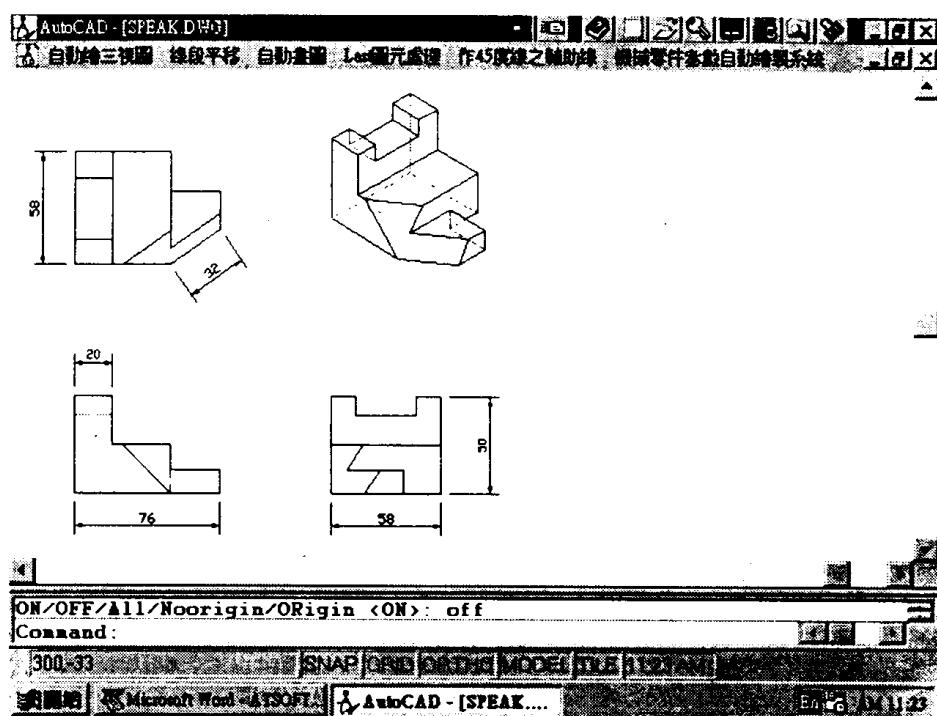

图 0-12
(6)R12 AME 立体图自动产生可标尺寸 2D 三视图 3D-Plan 系统:如图 0-12 所示。